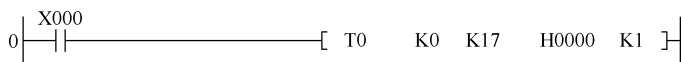

图 6-8 编制通道选择程序
- 3) 编制通道选择程序。本例的模拟输入通道选择为 CH1，程序如图 6-8 所示。